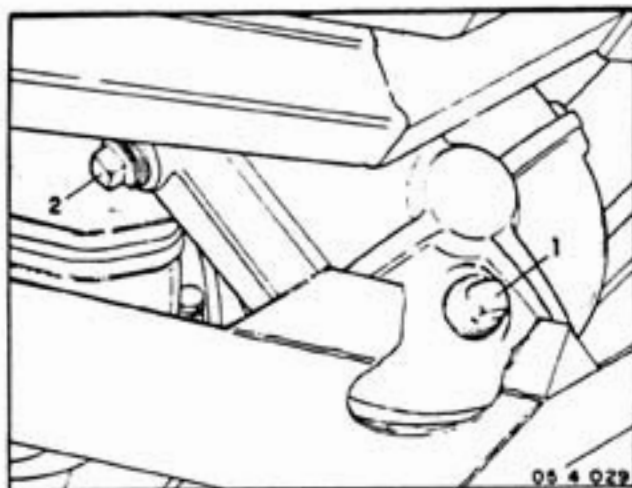

FIGURA 9
1. Com o veículo sobre piso nivelado, colocar um recipiente apropriado sob a caixa de transferência e remover o bujão de escoamento (1). Limpar o bujão (figura 9).
2. Remover o bujão de nível e abastecimento (2). Deixar escoar todo o óleo. Limpar o bujão.
3. Instalar o bujão magnético de escoamento (1) e apertá-lo com o torque especificado na Tabela de Torques.
4. Abastecer a caixa com óleo especificado pelo orifício de nível e abastecimento (2). O nível de óleo estará correto quando escoar ligeiramente pelo orifício-sede do bujão de nível e abastecimento.
5. Instalar o bujão de nível e abastecimento (2) e apertá-lo com o torque especificado na Tabela de Torques.